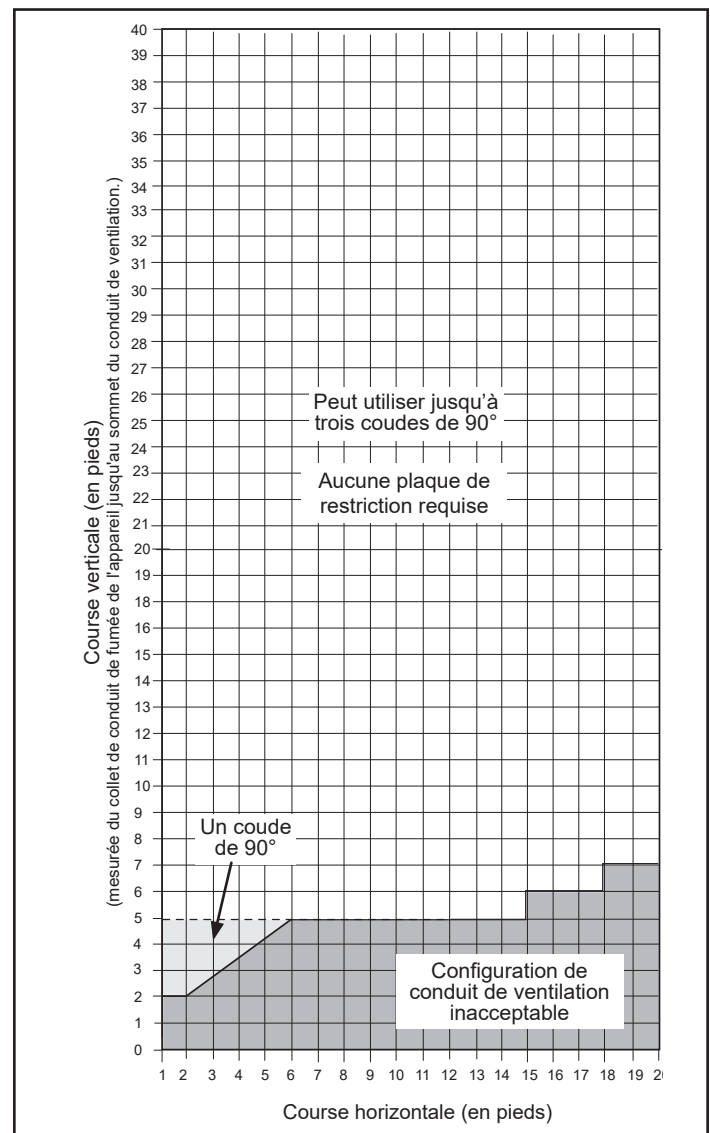

Figure 2.7 – Fenêtre de sortie de ventilation horizontale.
- La sortie des systèmes de ventilation doit être égale ou supérieure au trait épais de la figure 2.7.